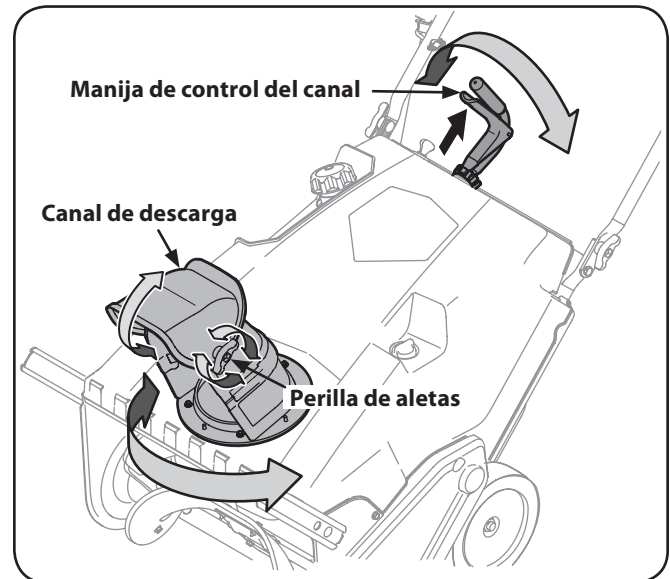

Figura 5-2
1. Haga rotar el canal de descarga hacia la izquierda o derecha usando el control de rotación del canal. Vea la Figura 5-2.
2. Para ajustar la inclinación, afloje la perilla de aletas sobre el lado del canal de descarga y gire el canal de descarga hacia arriba o hacia abajo. Vuelva a ajustar la perilla después de alcanzar la posición deseada. Vea la Figura 5-2.